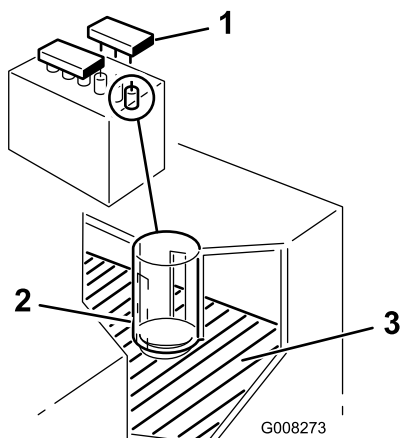

Bild 34
- Entfernen Sie die Fülldeckel. Wenn der Füllstand die Fülllinien nicht erreicht (Bild 34), füllen Sie genug destilliertes Wasser nach; siehe „Nachfüllen der Batterie“.
- Entfernen Sie die Fülldeckel (Bild 34).
- Gießen Sie langsam destilliertes Wasser in jede Batteriezelle, bis der Füllstand den unteren Teil des Rohrs erreicht (Bild 34).